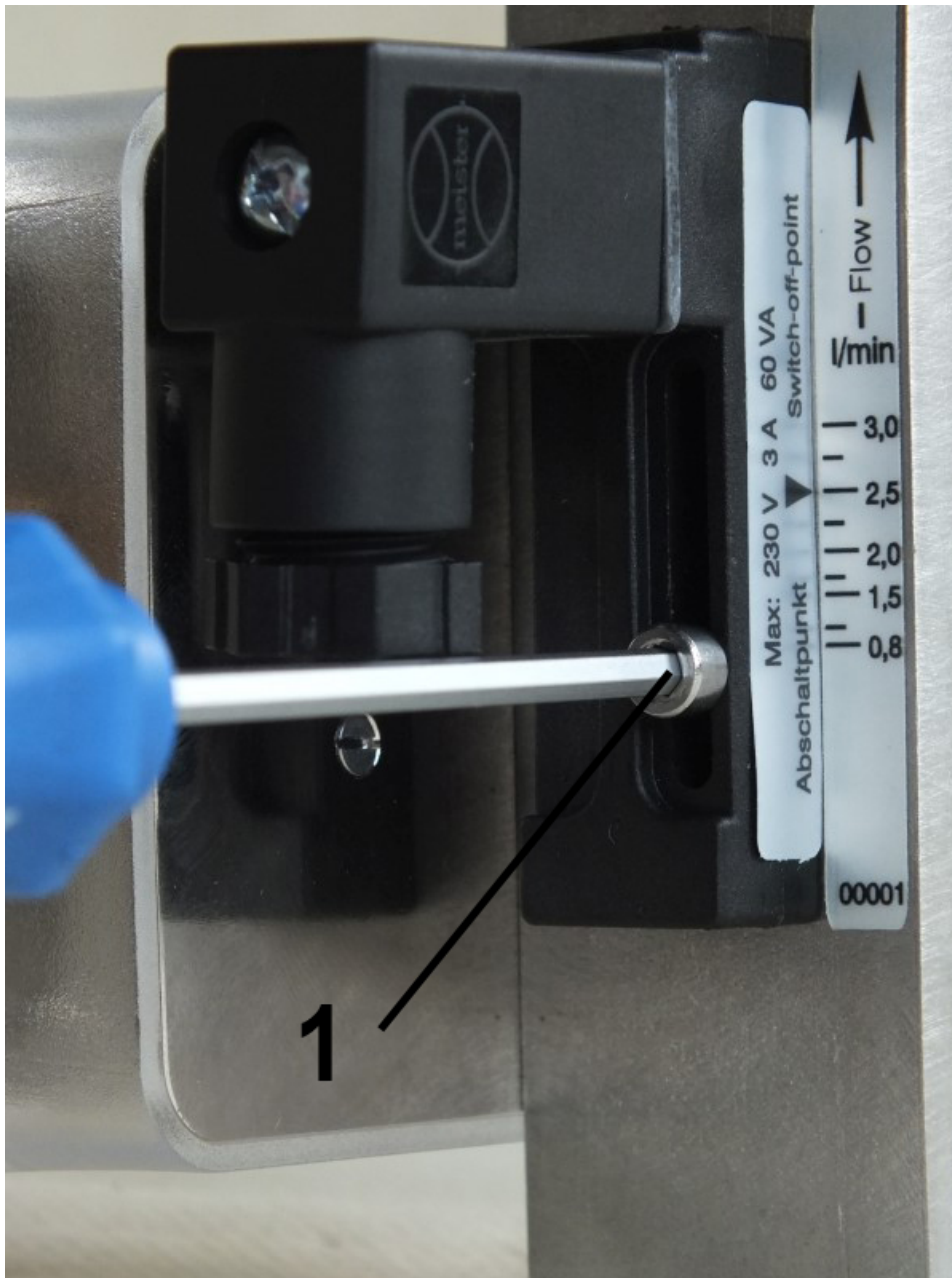

Abb. 34: Feststellschraube lösen
1. Lösen Sie die Feststellschraube des Schaltkontaktes (Abb. 34/1) mit einem Sechskant-Schraubendreher
- 3.** ➤ Ziehen Sie die Feststellschraube des Schaltkontakts (*Abb. 34/1*) mit einem Sechskant-Schraubendreher wieder an. Beachten Sie dabei das Schrauben-Anziehdrehmoment.